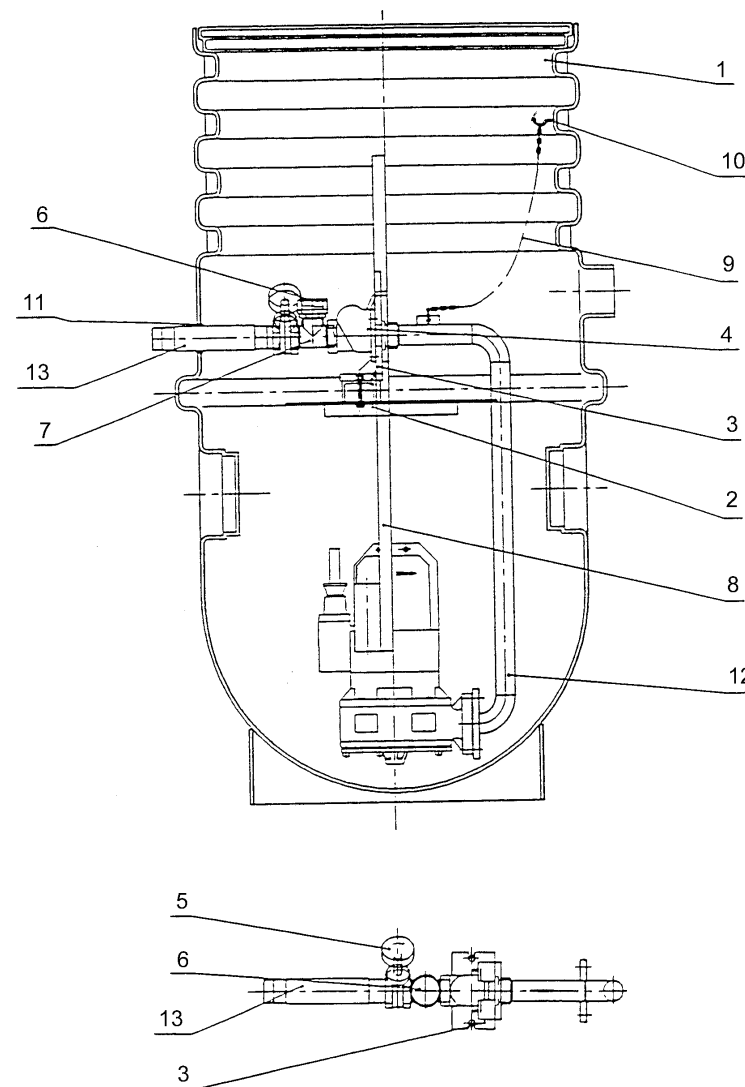

Bild 1
4.1 Beskrivning av pumpstation (bild 1 och 2)
Anläggningen består av ett schakt av konstmaterial PE (bild 1, pos 1). Den finns i 2 storlekar: WS 900 för enkelpump (bild 1), WS 1100 W/D för större enkel -och tvillingpumpar (Bild 2).
- Stativ för fastsättning av dränksäker pump med lätt avtagbar koppling ovan vattenytan (Bild 1, pos 3)
- Tryckledningsanslutning med yttergånga av V4A (W-nr 1.4404/1.4571) (Bild 1, pos 13).
- Avstängningsventil (Bild 1, pos 5)
- Anslutning för tryckrörsspolning (luft eller vatten), en luftningsanläggning, ett mobilt nödavlopp eller en driftsmanometer (Bild 1, pos 6)
- Backventil-kulventil (Bild 1, pos 4)
- Tryckledning med fläns av V4 A (W nr 1.4404/1.4571) för anslutning av pump (Bild 1, pos 12)
- En kätting som är fäst vid tryckröret för att dra upp pumpen. Den fria kättingändan fästes vid schaktet efter att pumpen monterats (Bild 1, pos 9).
Fäststången (Bild 1 och 2, pos 8) tillsammans med nivågivare sticks in i det därtill avpassade spåret i lyftbommen.